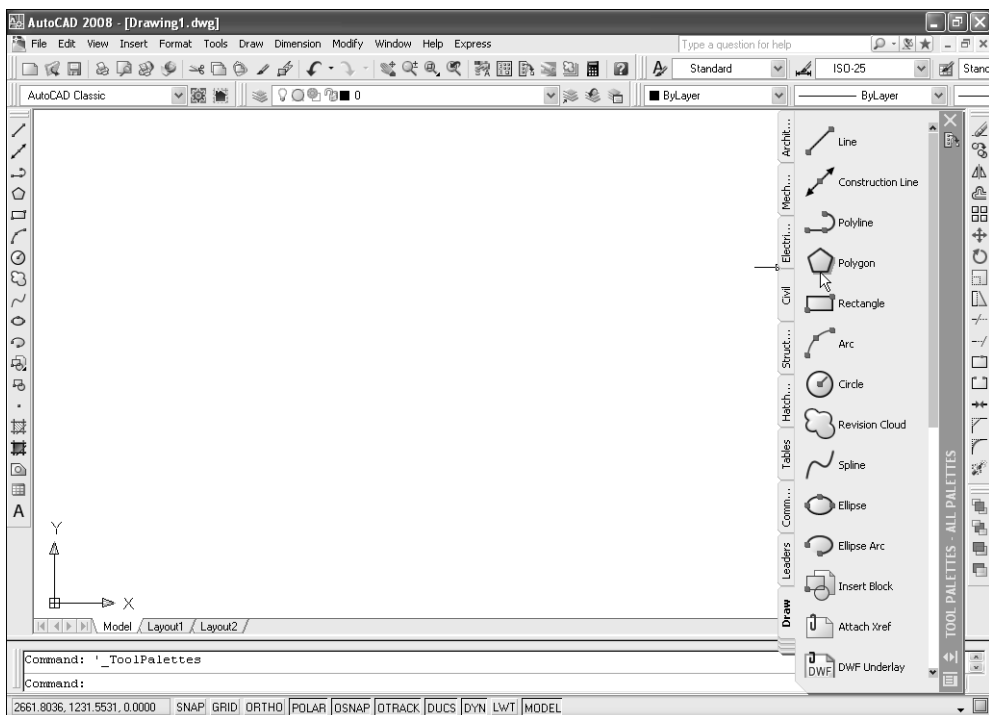

Рис. 1.8. Запуск инструмента **Polygon** с помощью палитры **TOOL PALETTES**
3. Щелкните по инструменту **Polygon** (Многоугольник) — рис. 1.8.